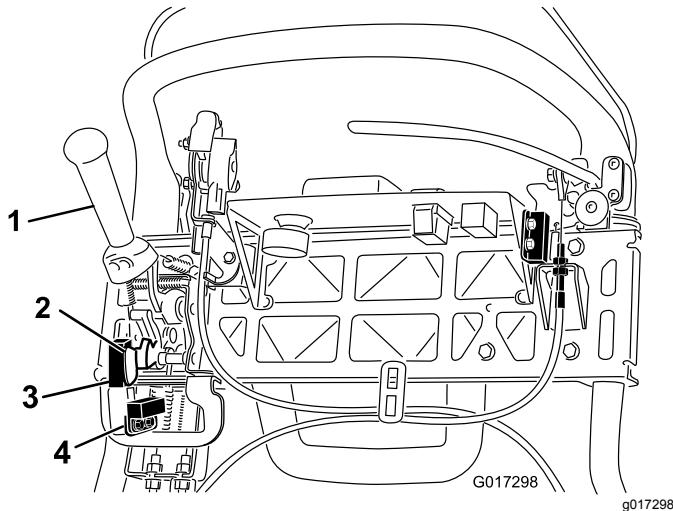

Figura 44
- Allentate i dispositivi di fissaggio del microinterruttore di sicurezza (Figura 44).
- Inserite uno spessore di 1,6 mm fra la leva della trazione ed il microinterruttore (Figura 44).
- Allentate i dispositivi di fissaggio del sensore di tosatura (Figura 44).
- Inserite uno spessore di 1,6 mm fra il contrassegno del sensore di tosatura e il sensore stesso (Figura 44).